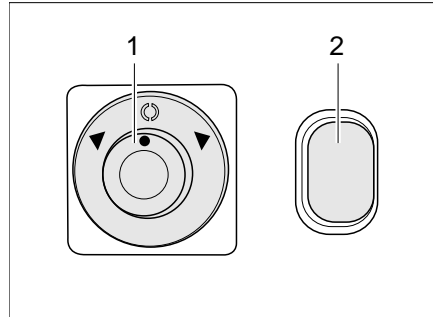

Bild 19 Schalter für elektrisch einstellbare Außenspiegel und Spiegelheizung
- Den Spiegel, der eingestellt werden soll, wählen. Dazu den Drehschalter (Bild 19,1) nach links oder rechts drehen.
- Den Spiegel durch Drücken des Schalters (Bild 19,1) in die entsprechende Richtung einstellen.
- Den Schalter (Bild 19,2) drücken. Die Kontroll-Leuchte im Schalter zeigt den Betrieb an.